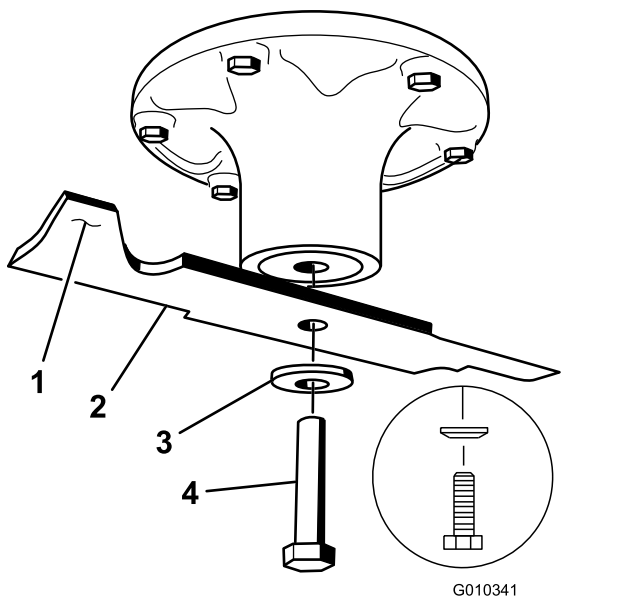

Figura 77
2. Retire a cavilha da lâmina, a anilha curva, e a lâmina do eixo (Figura 77).